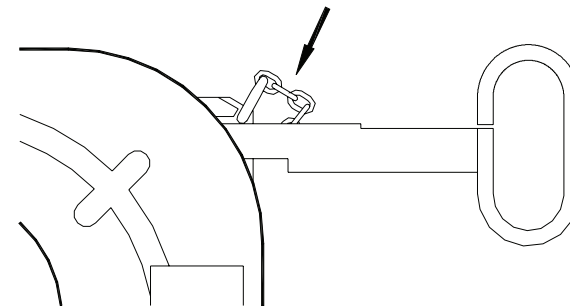
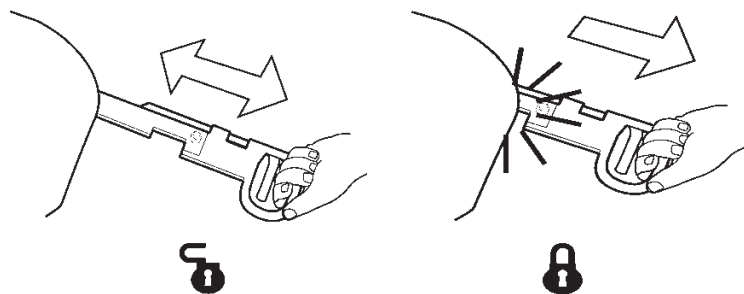

Figure 5. Blocage de la sellette au moyen d'une poignée standard
Figure 6. Blocage de la sellette au moyen d'une poignée de verrouillage
Pour que la sellette soit correctement bloquée, il faut que l'encoche intérieure de la poignée soit dissimulée sous la sellette et que le collier de sécurité puisse être monté dans l'orifice (voir figure 5).
Pour que la sellette soit correctement bloquée, il faut que l'encoche intérieure de la poignée soit dissimulée sous la sellette et que le plongeur de la poignée soit correctement positionné dans l'encoche de blocage sous la sellette (voir figure 6).
*Si la poignée ne se ferme pas complètement toute seule (voir figure 5 et figure 6), il est impératif de recommencer le processus d'attelage depuis le début.*